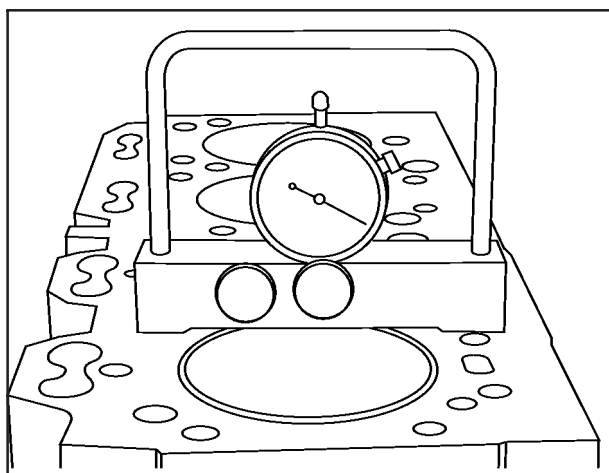

FIG 16
1. Verifique a altura da camisa, veja Especificações Técnicas, em relação a face do bloco. Utilize um relógio comparador, ferramenta número 81 30 004, **Fig. 16** ou uma lâmina calibradora com uma régua de aço.